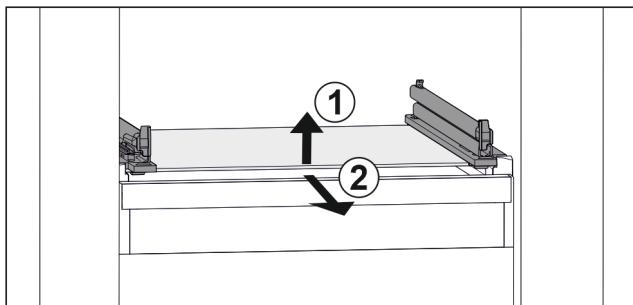

Fig. 42 Примерное отображение стеклянной пластины
- Приподнимите стеклянную пластину спереди. Fig. 42 (1)
- Извлеките стеклянную пластину движением вперед. Fig. 42 (2)